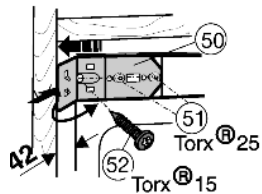

Fig. 23
- ▶ Visser la cornière de fixation sur la paroi du meuble à l'aide de vis ø4x19 Fig. 23 (52) pour panneaux d'agglomérés.
- ▶ Glisser la cornière de fixation Fig. 23 (50) contre la paroi du placard et serrer les deux vis M5, Torx 25 Fig. 23 (51).